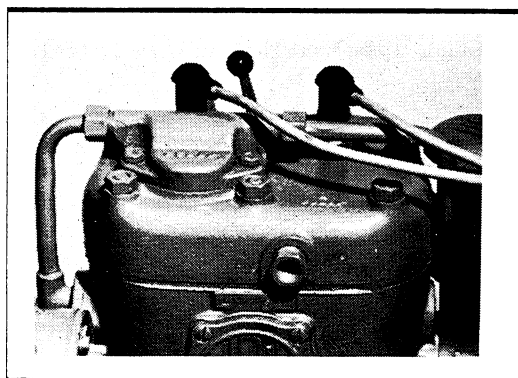

Bild 15
Då kylvattentermometern monteras skall man se till att kapillärröret stagas tillräckligt. Som framgår av pos. 1 på bild 15 bör kapillärröret stagas intill instrumentet. Klamman skruvas inte direkt mot kapillärröret utan man lägger en gummihylsa kring röret. Om kapillärröret måste bockas får radien inte understiga 35 mm. Kapillärröret skall även stagas mellan instrumentet och motorn så att vibrationer i röret förhindras.